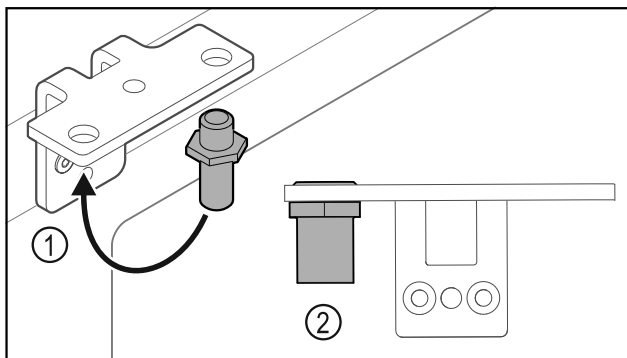

Fig. 36
- ▶ Μεταφέρετε τον πείρο Fig. 36 (1) στη γωνία μεντεσέ.
- ▶ Σφίξτε τον πείρο Fig. 36 (2) με **ροπή 12 Nm**.